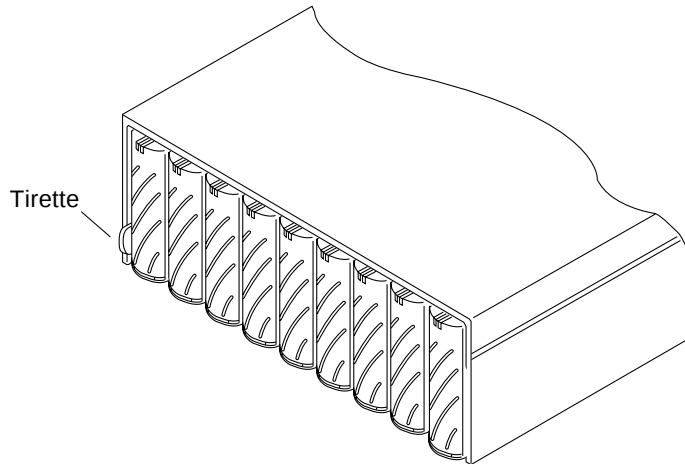

FIGURE 5-3 Tirette indiquant le numéro de série et l'adresse MAC
5. Repérez la tirette située du côté gauche de la baie de disques, près de la première unité de disque (FIGURE 5-3).
- **Adresse MAC.** Reportez-vous FIGURE 5-3 pour connaître l'adresse MAC. Reportez-vous à l'étape 1 de la procédure ci-après pour connaître le format de l'adresse MAC.